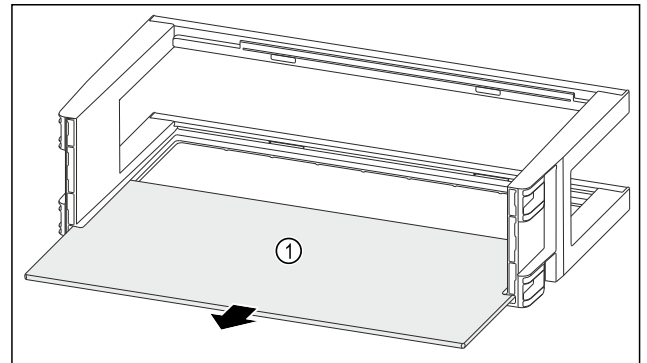

Fig. 91
- Abstellfläche Fig. 91 (1) entnehmen.